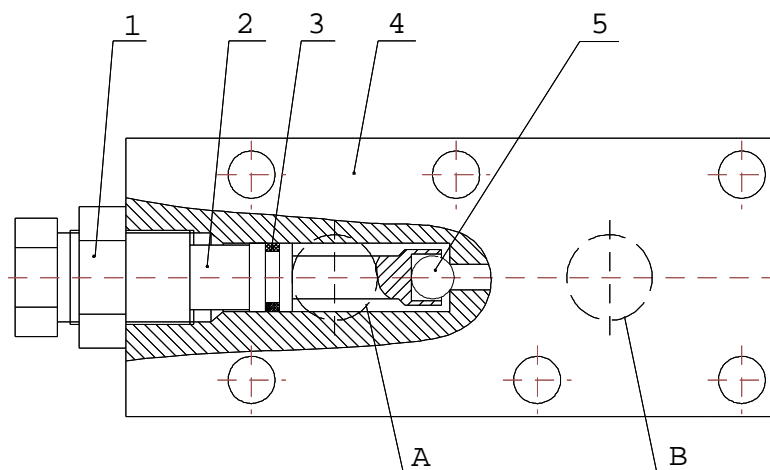

Рис. 64 Буксировочный кран
17. БУКСИРОВОЧНЫЙ КРАН (рис. 64)